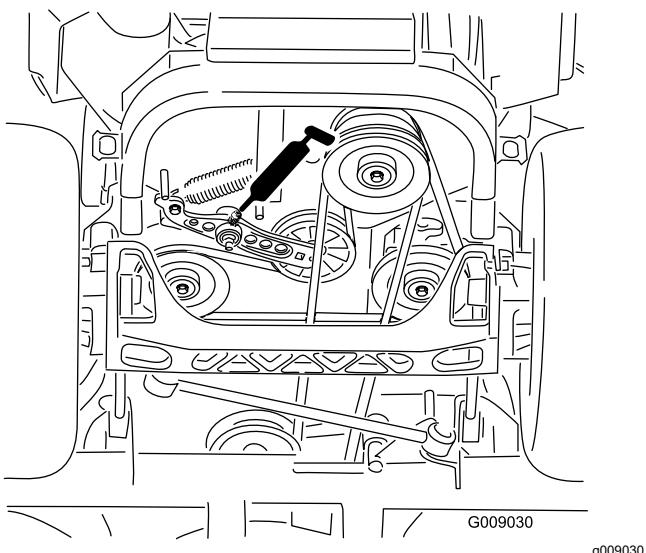

Figure 45
- Graissez les bras de la poulie de tension de la courroie d'entraînement (Figure 45).